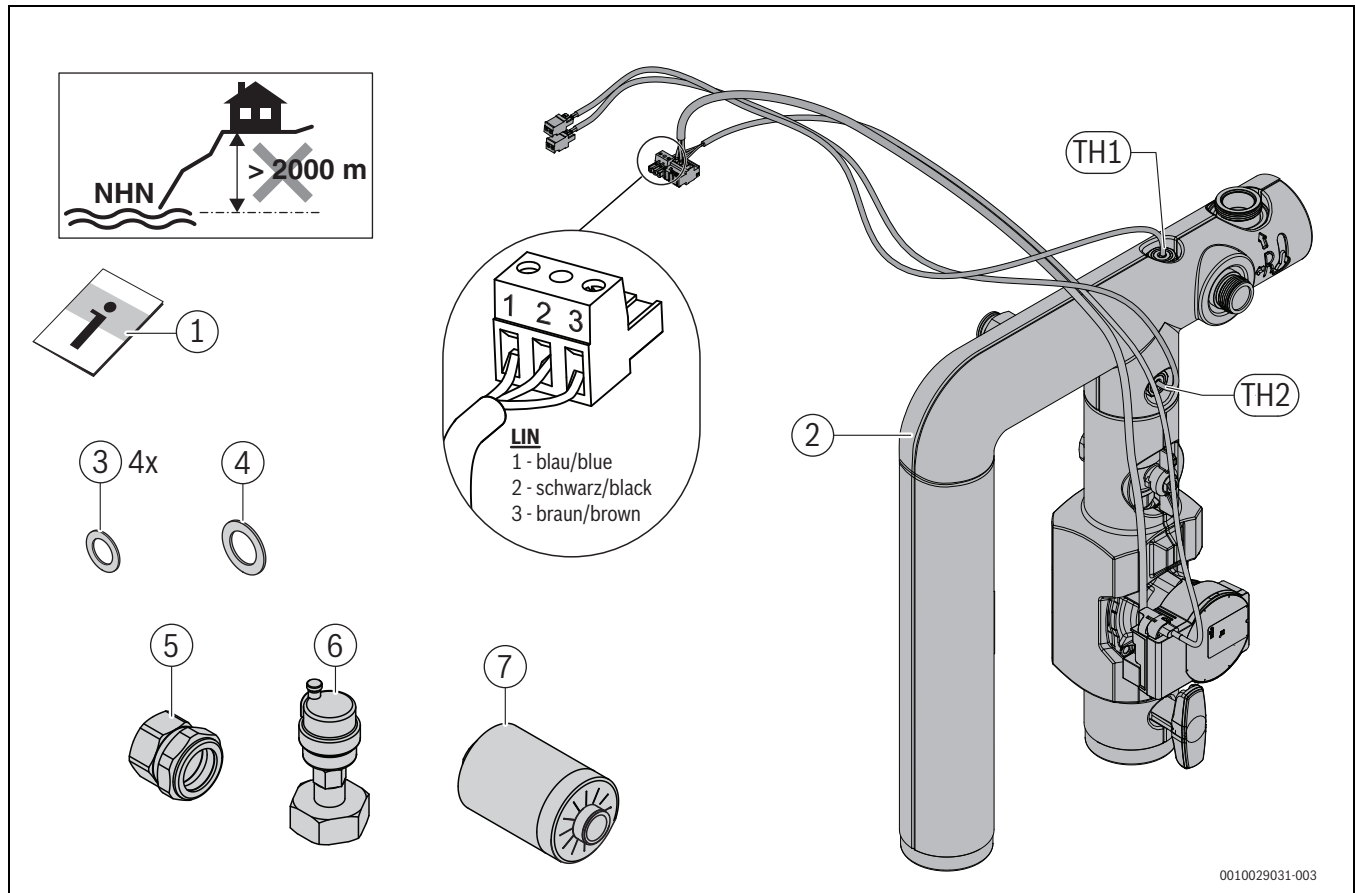

Bild 1 Lieferumfang HF-Set HYC25
- Rohrgruppe HF-Set HYC25 (→Bild 1).